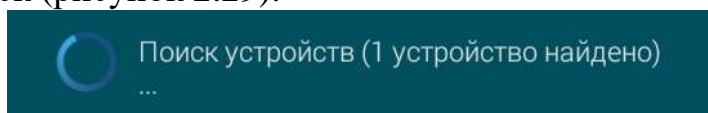

Рисунок 2.29
2.3.7.5.4 Нажать кнопку «Поиск устройств», после чего начнётся автоматический поиск (рисунок 2.29).